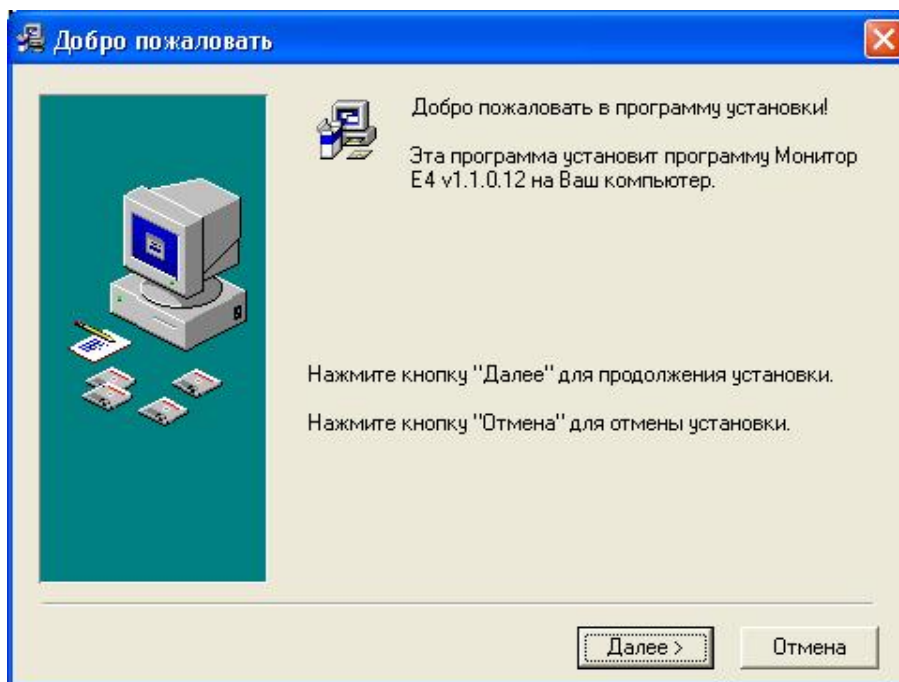

Рисунок 3.1 – Диалог «Добро пожаловать»
3.3.1 При запуске программы установки MonitorE4.exe появляется окно «Добро пожаловать» (рисунок 3.1), оповещающее о начале работы «мастера» установки программы. В данном диалоговом окне отображается версия устанавливаемой программы. Для продолжения установки необходимо нажать кнопку «Далее».